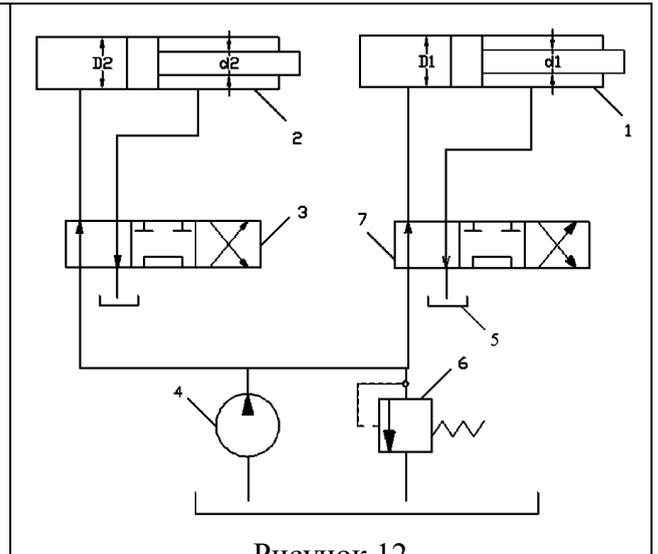

Рисунок 12
12. В объемном гидроприводе (рис. 12) поршень гидроцилиндра 1 диаметром $D_1 = 100$ мм движется вправо со скоростью $v_1 = 2$ м/с, а поршень гидроцилиндра 2 $D_2 = 80$ мм движется вправо со скоростью $v_2 = 5$ м/с. Уплотнение поршня в каждом гидроцилиндре манжетное. Утечка масла в гидроаппаратуре составляет $\Delta Q = 180$ л/м. Определить подачу, развиваемую насосом 4.